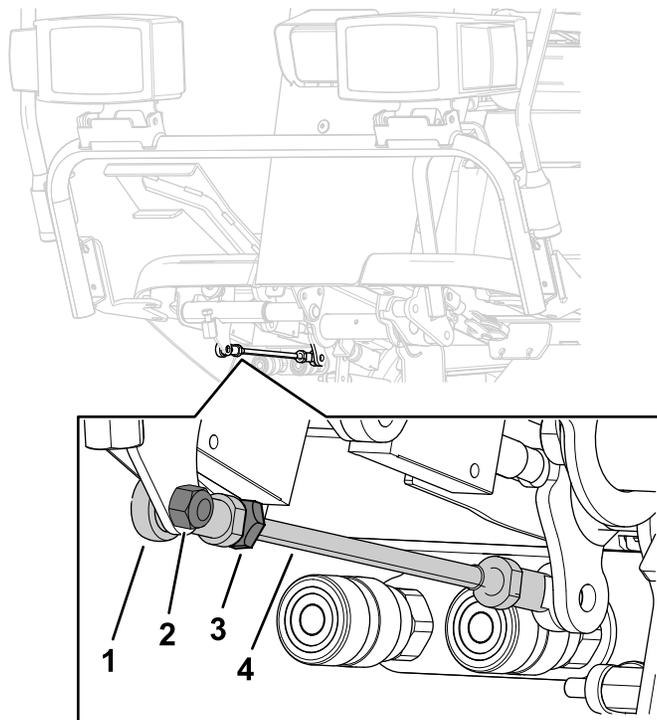

図 97
さらに調整が必要な場合は、走行ロッド (図 97) の調整を以下の要領で行う
5. ロッドの端部を走行ロッドに固定しているジャムナットをゆるめる 図 97。
7. ジャムナット 図 97を締め、ボルトとナットでロッド端を走行ペダルに固定してペダルの角度を固定する。